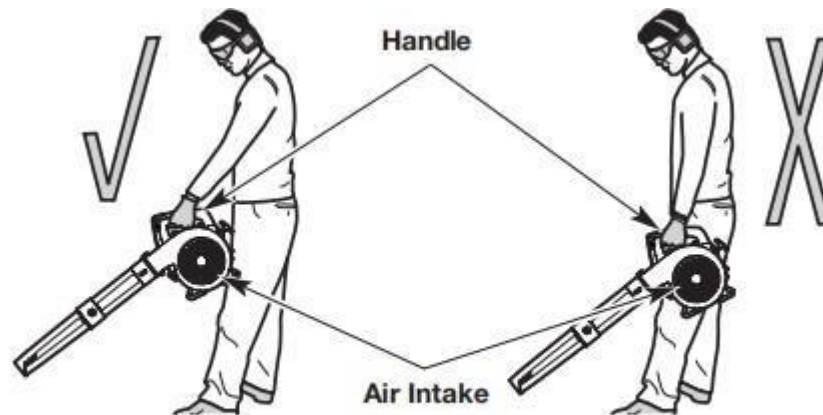

Fig. 8
- Ga in de werkpositie staan (fig. 8). Sta rechtop. Niet bukken.
- Houd het apparaat voor uw lichaam en van uw lichaam af (fig. 8).
Om ernstig letsel of schade aan het apparaat te voorkomen, mag u het apparaat NIET aan de zijkant vasthouden (fig. 8). De motor kan erg heet worden. Blokkeer de luchtinlaat NIET.